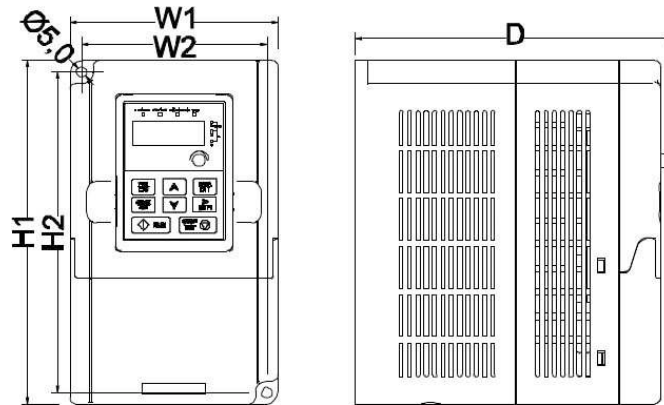

Рисунок 4-3. Габариты преобразователей частоты GD10.
Преобразователь частоты должен быть закреплен четырьмя винтами (или болтами, в зависимости от габаритов). Установочные размеры приведены на рис. 4-3 и в таблице 4-1.
- (1) Отметьте отверстия перед установкой. Разметка отверстий указана на рис. 4-3.
- (2) Установите винты или болты в отмеченные отверстия.
- (3) Установите ПЧ на стену.
- (4) Надежно затяните винты в стене.